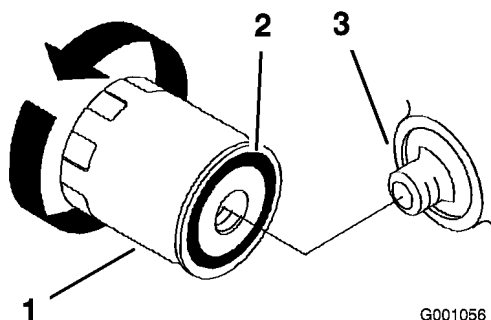

Figure 32
4. Appliquez un mince film d'huile neuve sur le joint en caoutchouc du filtre de rechange (Figure 32).
5. Posez le filtre à huile de rechange sur l'adaptateur. Tournez le filtre dans le sens horaire jusqu'à ce que le joint touche l'adaptateur, puis donnez 1/2 tour supplémentaire (Figure 32).